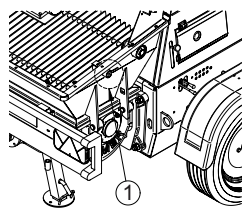

Fig.1
4.1 DESCRIZIONE POMPA PER CALCESTRUZZO (vedi fig.1)
- L'apertura della griglia di protezione posta sulla tramoggia superiore, deve bloccare la movimentazione dell'agitatore della tramoggia inferiore, della valvola ad "S" e dei pistoni di pompaggio tramite il segnale del sensore (Fig.1 Rif.1).